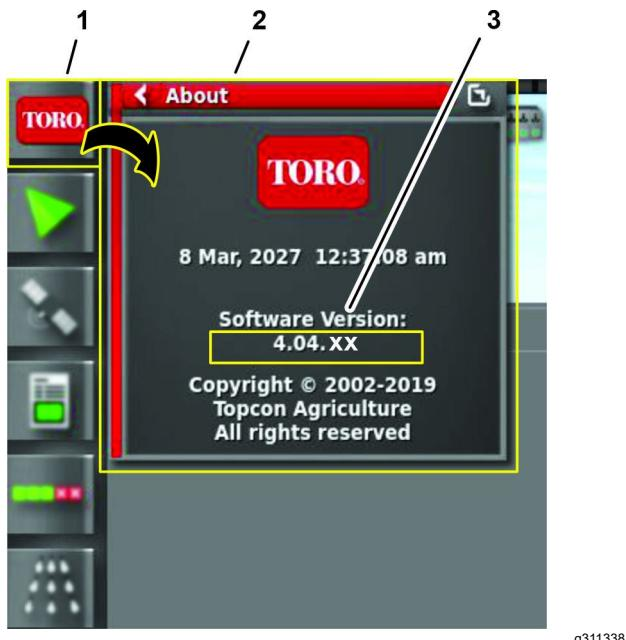

Рисунок 198
2. Нажмите значок АВОУТ (О машине) (Того) в верхнем левом углу управляющей консоли (Рисунок 198).